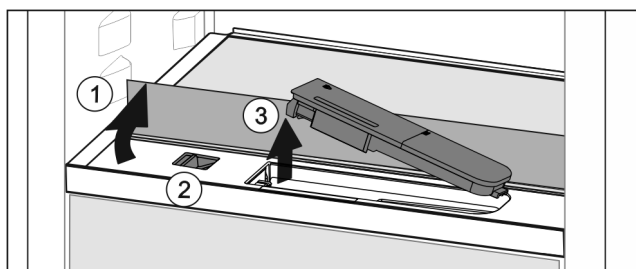

Fig. 150
- ▶ Levante la plancha de cristal y pliéguela hacia detrás hasta que haga tope Fig. 150 (1).
- ▶ Desplace el control deslizante Fig. 150 (2) hacia la izquierda.
- ▶ Retire el depósito de agua Fig. 150 (3).